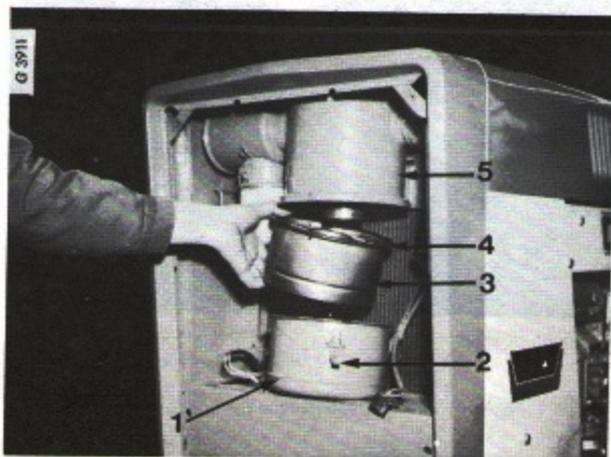

Fig. 52
Le tracteur peut être équipé d'un filtre à air à bain d'huile, Fig. 52 et 53 ou d'un filtre à air de type
Assurez-vous que le bol à huile est toujours rempli d'huile propre jusqu'au repère (1), Fig. 52.